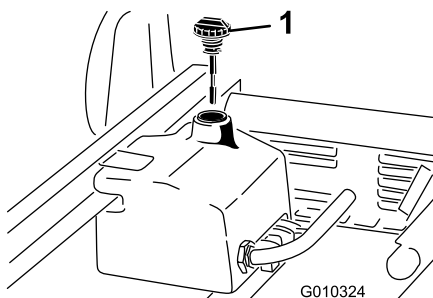

図 19
1. 油圧オイルタンクの注油口周辺をきれいに拭き、キャップ（図 19）を外す。給油口からキャップを取る。
2. 補給口の首からディップスティック（図 19）を抜き、ウェスできれいに拭く。もう一度首に差し込んで引き抜き、オイルの量を点検する。2本のマークの間であれば適正である。